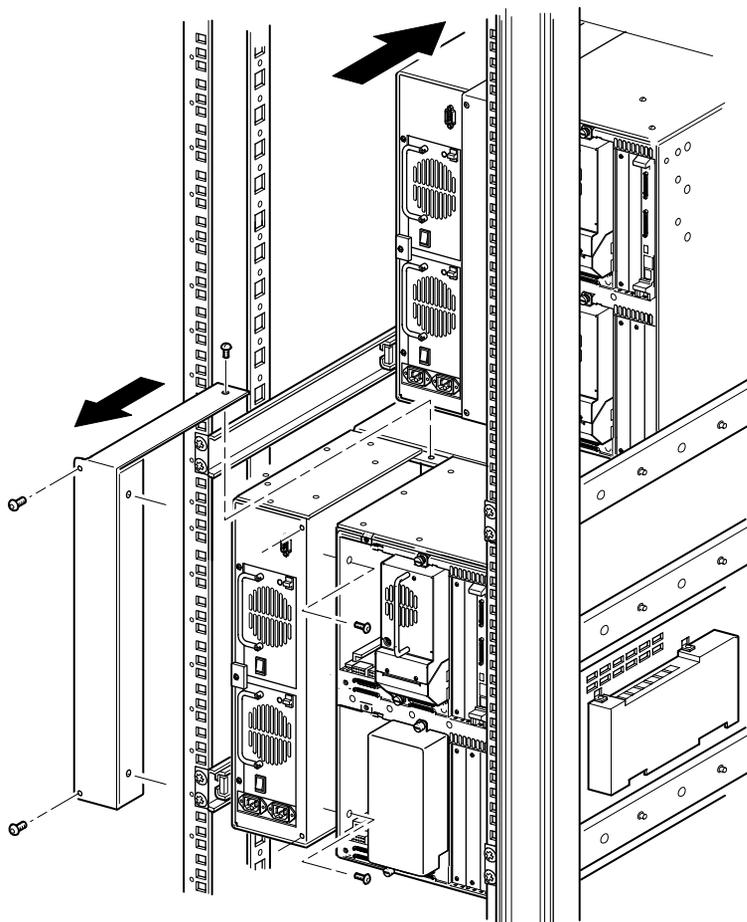

Figure 2-9. Retrait d'un cache de PTM (MSL5052)
IMPORTANT : chaque bibliothèque doit être tirée par l'avant du rack Compaq, pour vous permettre d'accéder à la vis supérieure du cache de PTM d'une bibliothèque inférieure. Reportez-vous à la Figure 2-9 pour connaître l'emplacement des vis.
- c. À l'aide d'un tournevis cruciforme n° 2, retirez les vis qui assurent la fixation du cache de PTM au dos du châssis de chaque librairie (voir la Figure 2-9).